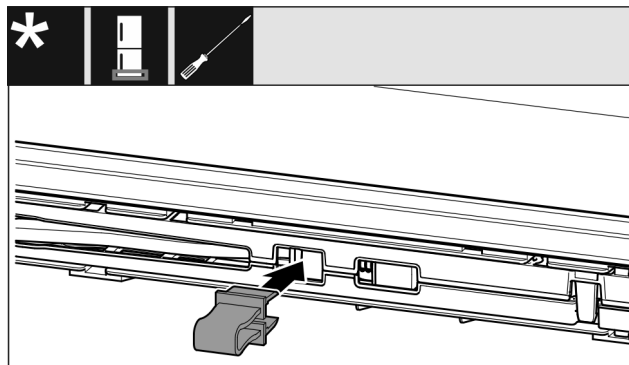

Fig. 14
- Innestare il fusibile nell'apertura. (vedere Fig. 14)